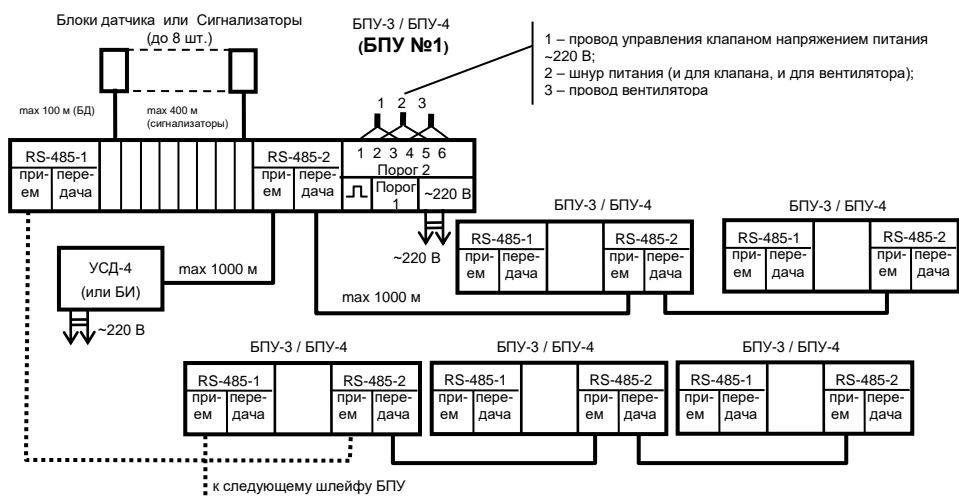

Рисунок 2 – Примерная схема соединения БПУ в Систему линиями RS-485
У провода управления клапаном (или иным оборудованием) с напряжением питания ~220 В и его провода питания зачистить концы жил и вставить их в отверстия контактов клеммника "Порог 2" БПУ №1 (см. рисунок 2 и пункт 5.4) в соответствии с маркировкой контактов клеммника (маркировка указана для отключенного реле (светодиод "КЛАПАН" не горит)) и зажать винтами клеммника.
4.7.9 На концы проводов линий RS-485 (при наличии) установить телефонные вилки RJ45 с помощью кримпера, при этом следить, чтобы соблюдалось соответствие цветовой маркировки жил на обоих концах провода. **Длина линии от БПУ к БПУ и от БПУ к УСД-4 (БИ) – не более 1 км.** Вилки вставить в розетки БПУ "ПРИЕМ"/"ПЕРЕДАЧА" соответствующих линий RS-485; линия "RS-485-2" используется для последовательного соединения БПУ (в шлейф) и с УСД-4 (БИ), линия "RS-485-1" – для соединения шлейфов между собой (см. рисунок 2).